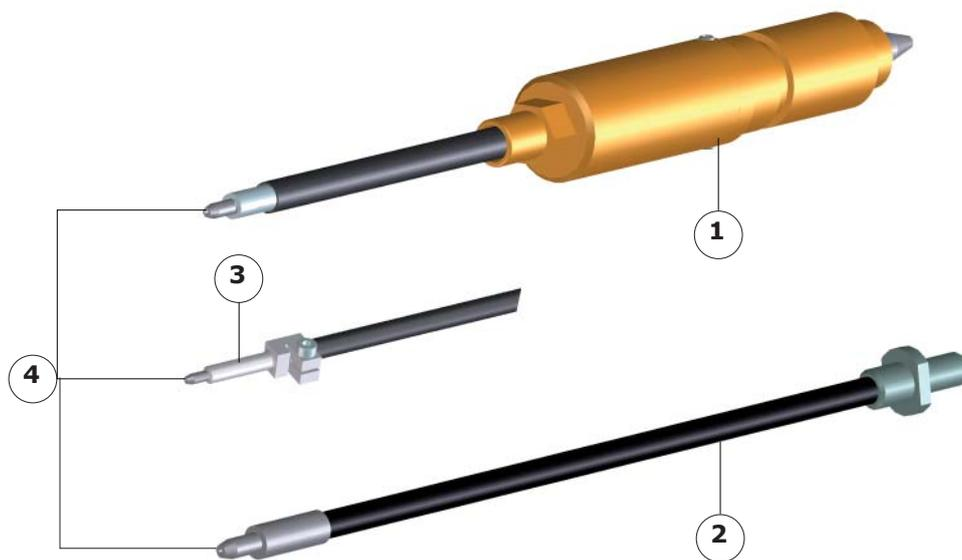

Abb. 5.9 - Drahtführungsschläuche und -düsen
- Standard-Drahtführungsschlauch für äußere Drahtspule (Abb. 5.9 - Pos.1)
- Drahtführungsschlauch für integrierte Drahtspule (Abb. 5.9 - Pos. 2)
Standard-Drahtführungsschlauch (Abb. 5.9 - Pos. 1)
Drahtführungsschlauch für integrierte Drahtspule (Abb. 5.9 - Pos. 2)
- Düse des Drahtführungsschlauchs abschrauben (Abb. 5.9 - Pos. 4)
Bei großen Rohrdurchmessern ist es möglich, je nach Flexibilität des Drahts eine Düsenverlängerung (Abb. 5.9 - Pos. 3) zwischen der Düse und des Drahtführungsschlauchs anzubringen, um so die freie Drahtlänge zwischen Schweißbad und Düsenaustritt zu reduzieren.